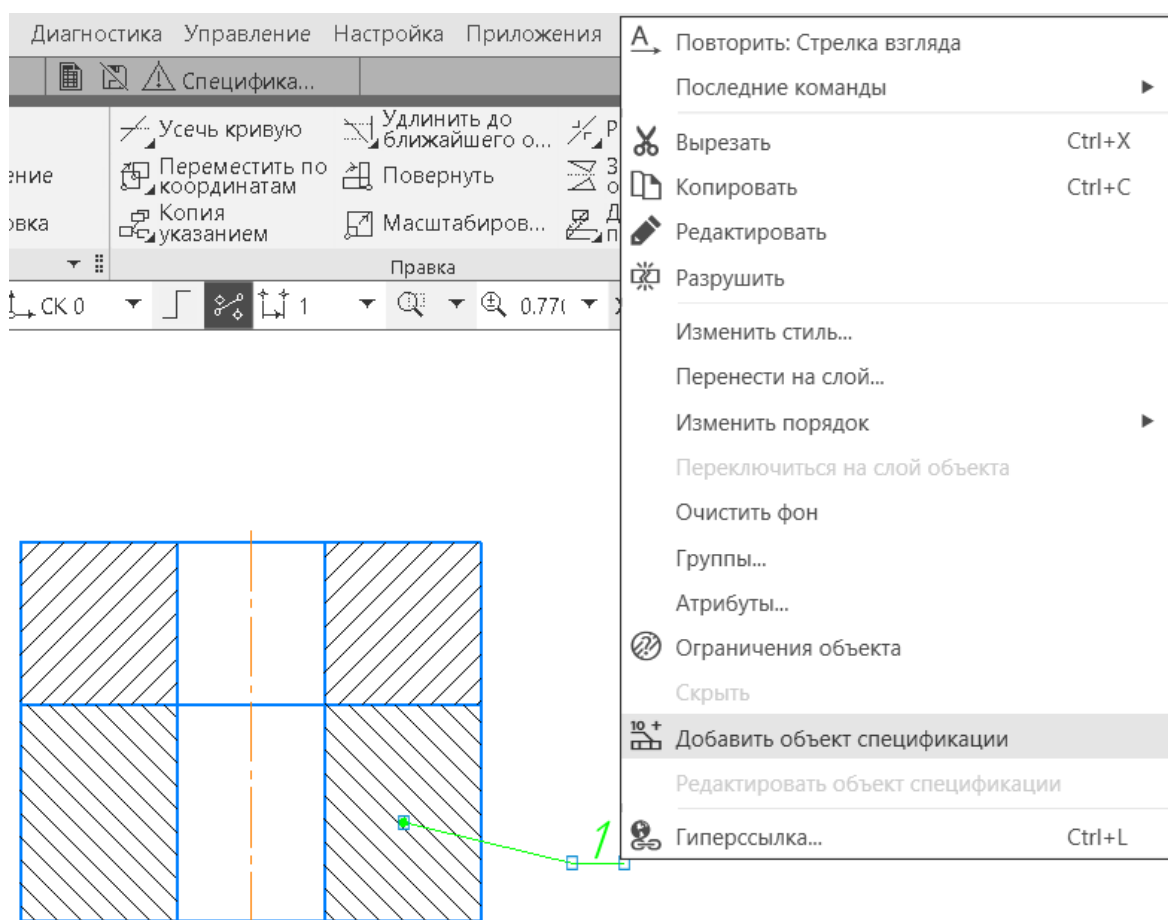

Рисунок 11. – Добавление объекта спецификации к номеру позиции
4. Подключите объект спецификации к детали «Основание». Для этого выделите номер позиции «1» и вызовите правой кнопкой мыши контекстное меню, в котором выберите **Добавить объект спецификации** (рисунок 11).